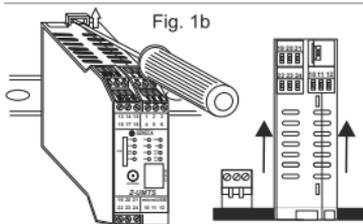

Fig. 1b
1) Desplazar hacia el exterior los dos ganchos en el lado posterior del módulo como se muestra en la fig. 1b.